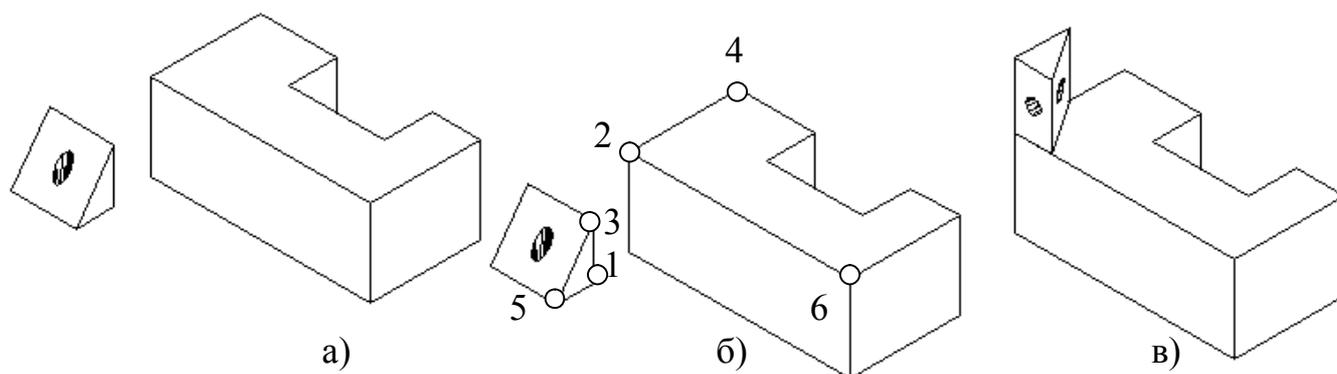

Рис. 7. 6. Пример выравнивания объектов.
- любым известным способом указать положение точки 1 (рис. 7. 6б).
После этого система соответствующим образом изменит положение и ориентацию корректируемого объекта и завершит работу с командой. Результат выравнивания представлен на рис. 7. бв.
- указать общее ребро граней, между которыми необходимо создать фаску (на рис. 7. 7а – переднее ребро призмы).